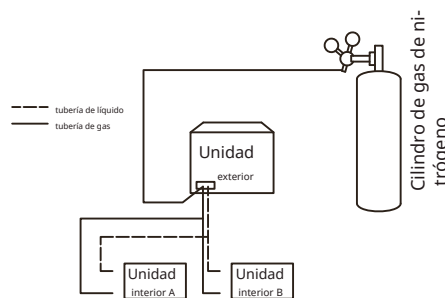

Fig.5.38
4. Utilice tapones ciegos para bloquear todas las aberturas del lado líquido (gas), excepto la abertura en la unidad interior que está más lejos de las unidades exteriores (unidad interior A en la Fig.5.38).